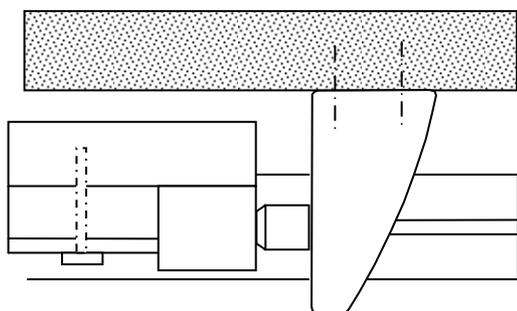

FIG 6
6. Ouvrir le portail jusqu'au ras du poteau puis poser la butée de fin de course, voir FIG 6, (fixations à déterminer et à fournir par le poseur).